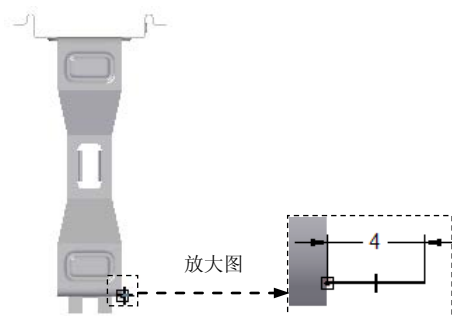

图 8.11.79 截面草图
② 绘制图 8.11.79 所示的截面草图。
③ 单击“主页”操控板中的“关闭草图”按钮，退出草图绘制环境。